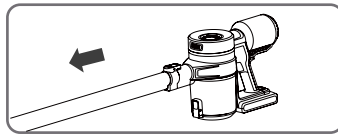

Bild 2
- Håll huvudenheten med ena handen och dra i röret med den andra handen samtidigt som du trycker på låsknappen (Bild 2) för att avlägsna aluminiumröret.